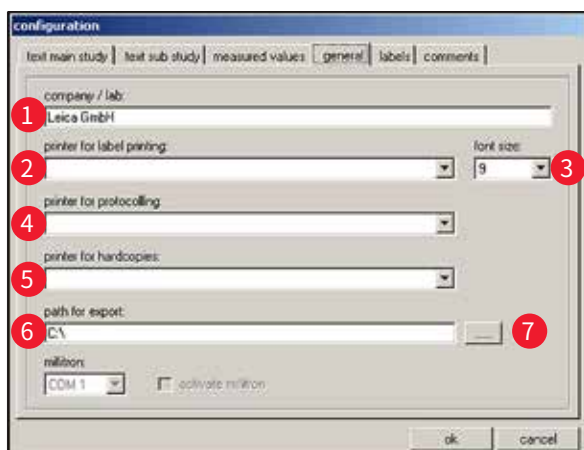

图 38
- 4 **General (常规)** 请参见 (→ 图 38) 中的解释